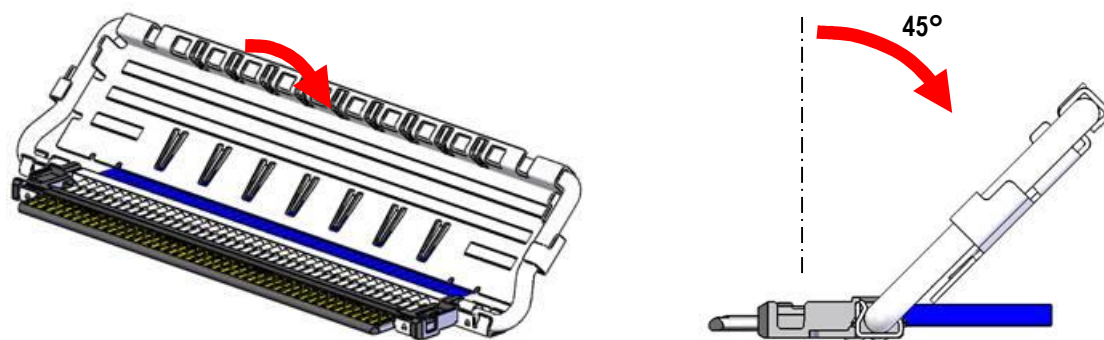

Fig.7 Tilt Lock Bar Assembly
- ① Fig.7 の様に Lock bar assembly をケーブル側に 45°傾ける。